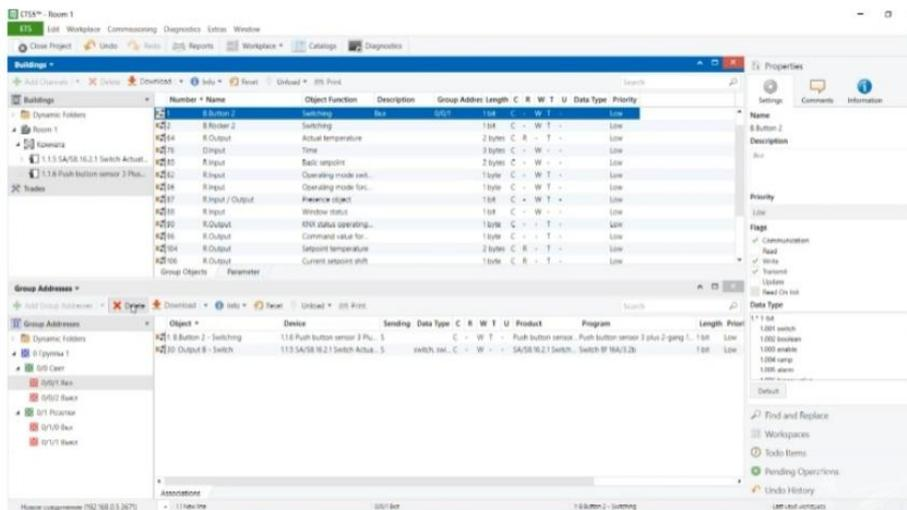

Рисунок 9 – Настройка управления приборами освещения
3. Переходим во вкладку Group Objects, где вместо Rocker 1 появились строки Button 1 и Button 2. Добавляем Button 1 в группу «0/1/0», так как он отвечает за розетки. А Button 2 добавляем в группу «0/0/1», так как он отвечает за свет (рис. 9).